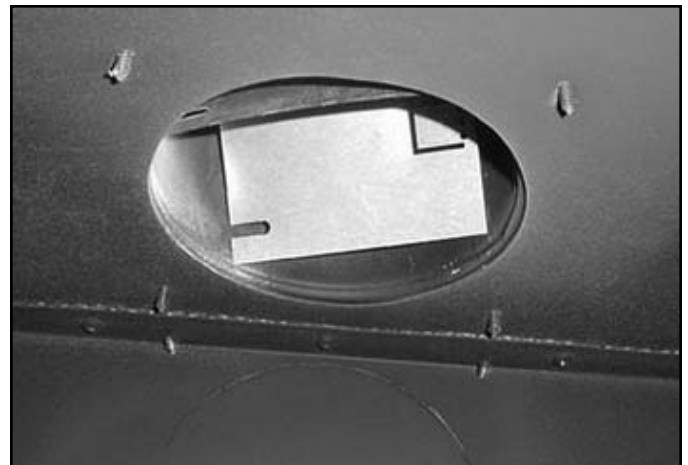

Figura 5.20 Deflector en su lugar.
4. Disminuya la presión en el restringidor para que quede encajado contra los lados del collarín del tubo. Vea la figura 5.20